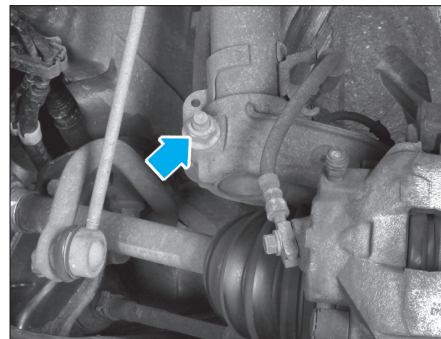

FIG. 11
- Désolidariser l'ensemble moyeu / élément de suspension (Fig.11).